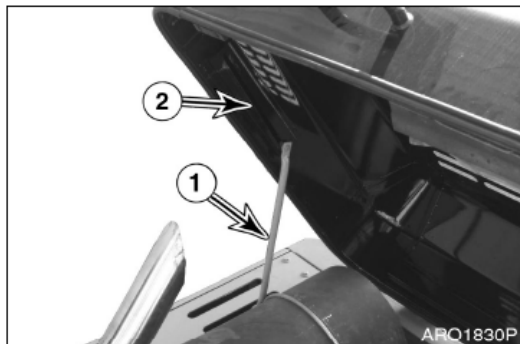

Figura 104
Abra la cubierta y la biela del distribuidor (1, Figura 104) en la ranura (2) para apoyar la cubierta.